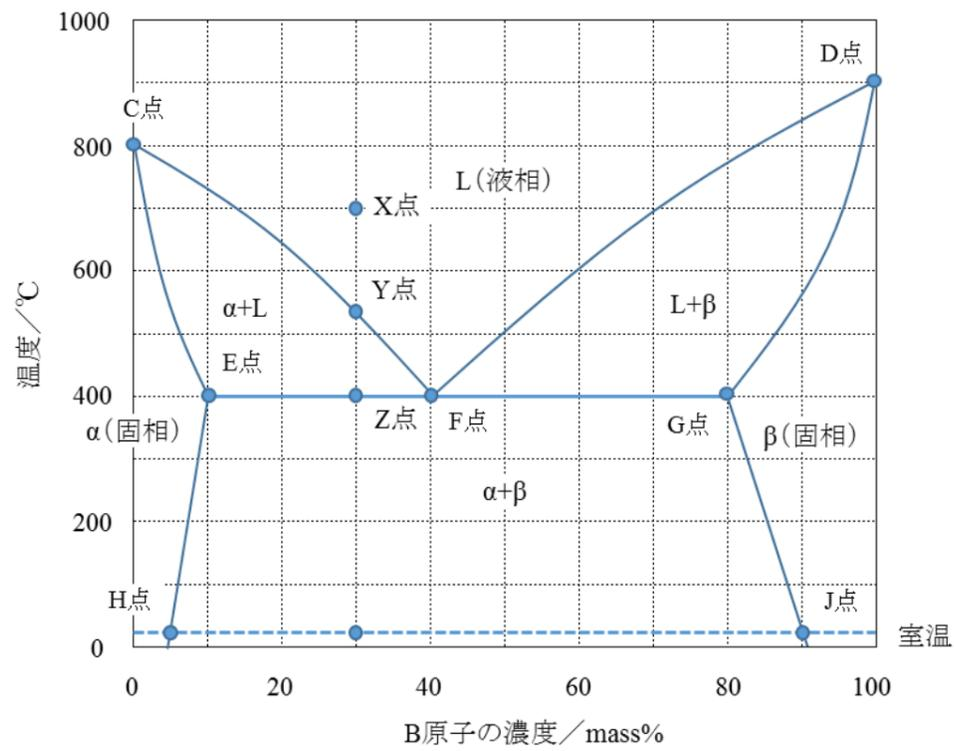

図 3-1 AB2 元系合金状態図
問題 3 図 3-1 の 2 元系合金状態図を参照しながら、次の(1)から(3)の問いについて、それぞれの答えを解答欄に記入しなさい。
- (1) X 点で示される均一融液状態から緩冷して室温に達するまで、どのような変化をたどるか、段階ごとに説明しなさい。
- (2) X 点で示される均一融液状態から緩冷して室温に達した合金の  $\alpha$  相と  $\beta$  相の質量比率はいくらになるか計算しなさい。計算結果は小数第 2 位を四捨五入して答えなさい。なお、計算過程も記入しなさい。
- (3) 図 3-1 のような状態図を何型と呼ぶか、以下の中から選んで答えなさい。